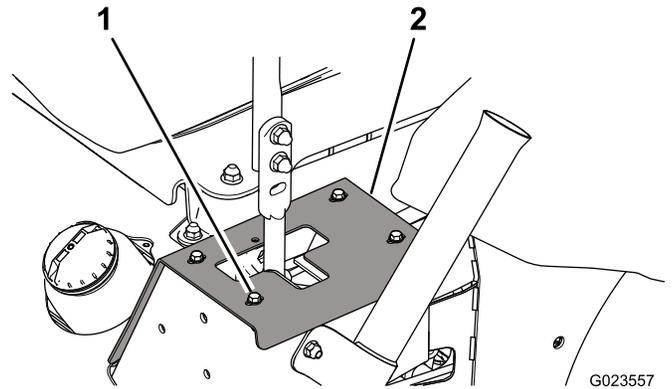

图63
1. 要接触到减震器安装螺栓，应拆下将限位板固定到机架上的螺栓（图63）。